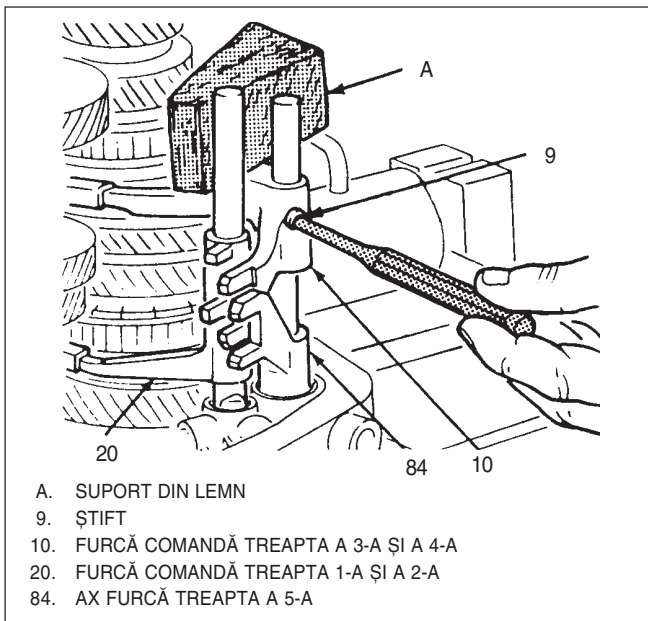

Fig. 17 Demontarea știftului de fixare
- 16) Știfturi de fixare ale furcilor pt. treptele a 3-a/a 4-a și mers înapoi, Fig 17.